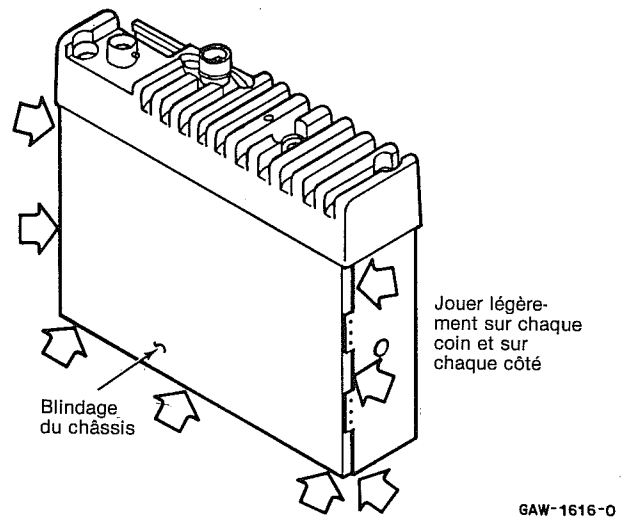

Figure 10
(2) Déposez le couvercle de châssis en jouant légèrement sur chaque coin et sur chaque côté (voir figure 10). Faites attention de ne pas trop tordre un coin ou un côté.